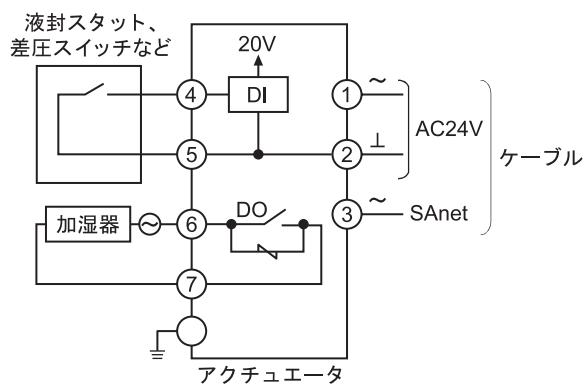

図10 結線例 (基本配線接続例)
- (2) 端子カバー止めねじ（M4×10、3か所）を外し、端子カバーを外します。
(3) 端子 (M3.5ねじ) で接続します。
* 『図10 結線例』を参照して、正しく接続してください。